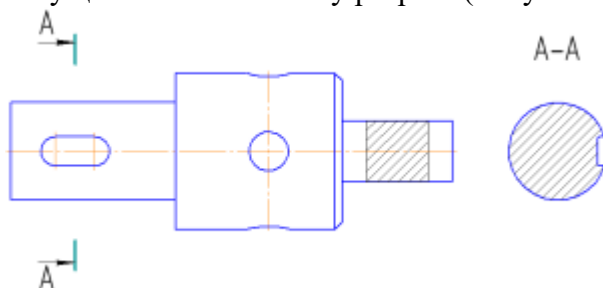

Рисунок 4.4 – Добавление вынесенного сечения шпоночного паза
3. Постройте вынесенное сечение шпоночного паза, используя обозначение положения секущей плоскости как у разреза (Рисунок 4.4).